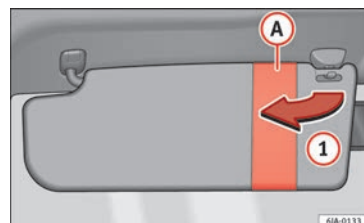
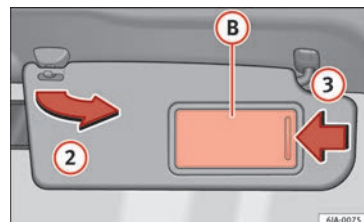

Fig. 140 Parasol del conductor.
Fig. 141 Parasol del acompañante.
Los parasoles del conductor y del acompañante pueden extraerse de sus soportes centrales y girarse hacia las puertas en el sentido de la flecha ① » fig. 140 y ② » fig. 141 respectivamente.
El parasol del acompañante viene provisto de espejo de cortesía ④ con tapa. La tapa se abre deslizándola en el sentido de la flecha ⑤ » fig. 141.